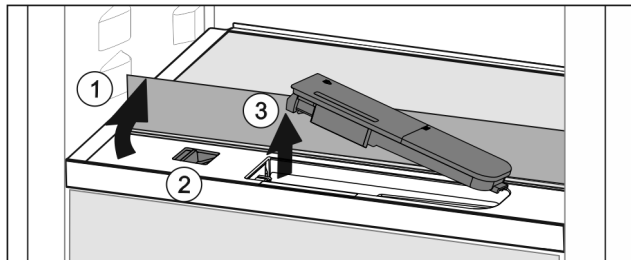

Fig. 164
- ▶ Løft glaspladen og klap den bagud til anslag Fig. 164 (1).
- ▶ Skyd skyderen Fig. 164 (2) mod venstre.
- ▶ Tag vandbeholderen Fig. 164 (3) ud.